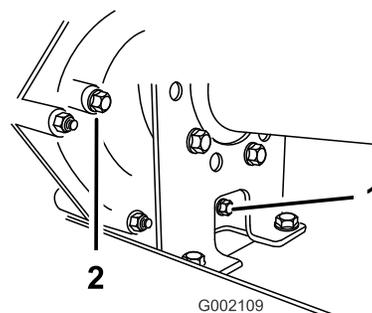
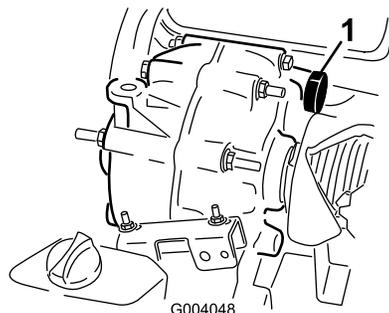

图 57
图 58
2. 用抹布清洁加注塞和排油塞周围的区域图 57。
4. 逆时针旋转加注塞然后将其取出 (图 57)。
5. 逆时针旋转排放塞然后将其取出 (图 57)。
6. 将排放塞和垫片安装到变速箱的排放塞孔中并拧紧图 57。
7. 通过加注塞孔向油箱图 58 注入约 1.4L 指定液体或直到变速箱中的液位与螺纹底部齐平图 57。
8. 将加注塞和垫片安装到变速箱的加注塞孔中并拧紧图 57。
10. 检查液位如果液位低于加注塞孔的螺纹应添加更多液体图 57。